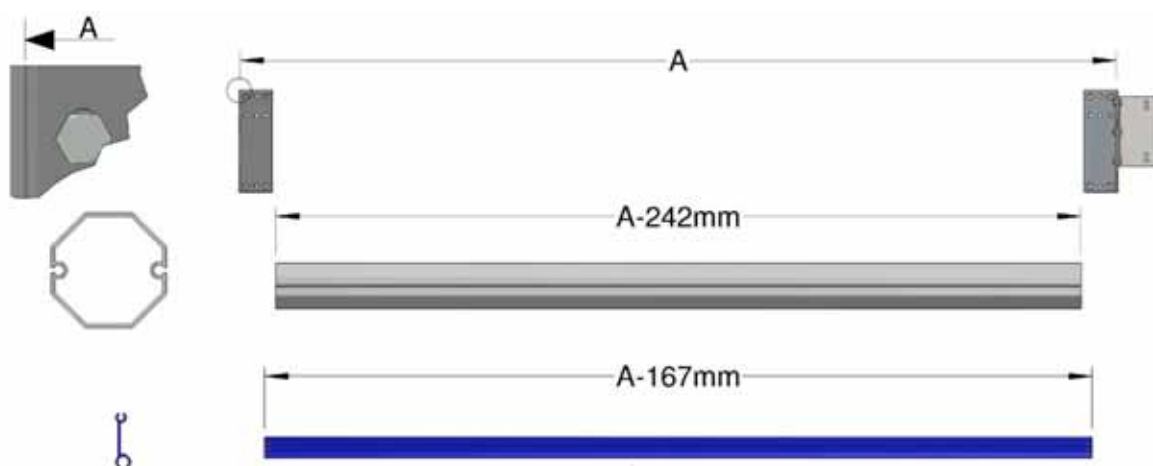

Abbildung 5a: Standardzuschnittlängen für Rohre und Stangen
3a. Wenn das Tor zugeschnitten werden muss, messen Sie zunächst die lichte Weite zwischen den Innenflächen der oberen Halterungen (A) entsprechend den nachfolgenden Regeln (Abbildung 5a). Die untere Kappe und das untere Rohr werden zum jetzigen Zeitpunkt noch nicht geschnitten.